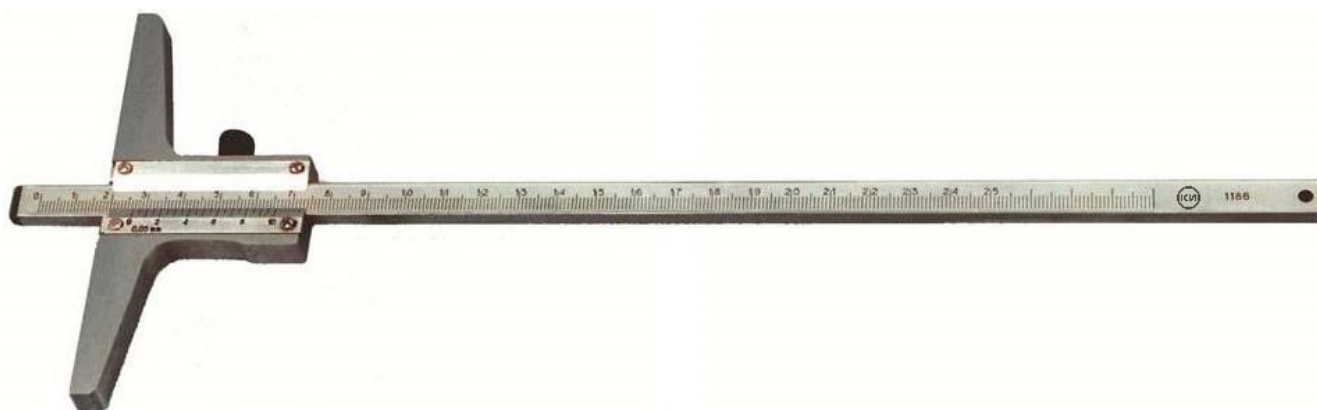

Рисунок 1 – Общий вид штангенглубиномеров ШГ
- ШГ – с отсчетом по нониусу (рисунок 1);